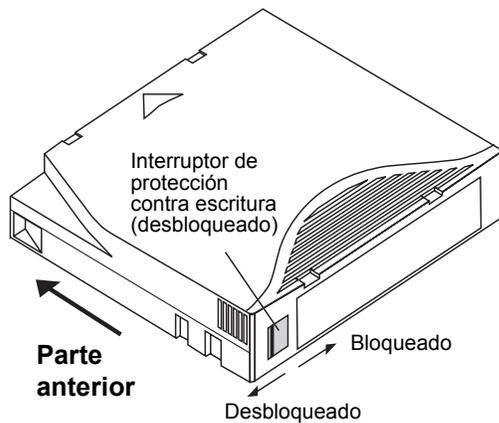

Figura 9. Cartucho Ultrium mostrando el interruptor de protección contra escritura
Los cartuchos Ultrium tienen un interruptor deslizante de protección contra escritura cerca de la esquina derecha posterior del cartucho, tal como se muestra en la Figura 9 a continuación.
- Si desliza el interruptor completamente hacia la esquina (como se muestra en la Figura 9), se podrán leer datos del cartucho y escribir en el mismo.